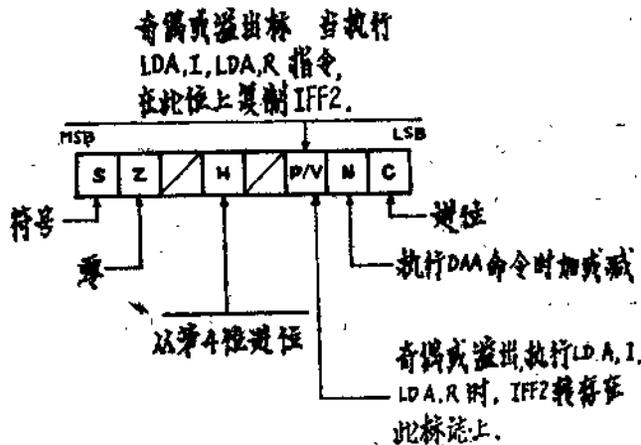

图9 PSW(F寄存器)的内容
①此程序首先将A寄存器和程序状态字PSW(F寄存器)的内容(图9)转送给RAM的某地址(存入)。
②SWD的内容读进A寄存器后加10。
③A寄存器的内容输送到LED。
④把原来保存的A寄存器, PSW的内容送回到A寄存器, PSW中去(还原)。
⑤中断许可触发器(IFF1)置位(EI指令), 在RET指令中再回到原来执行的程序。